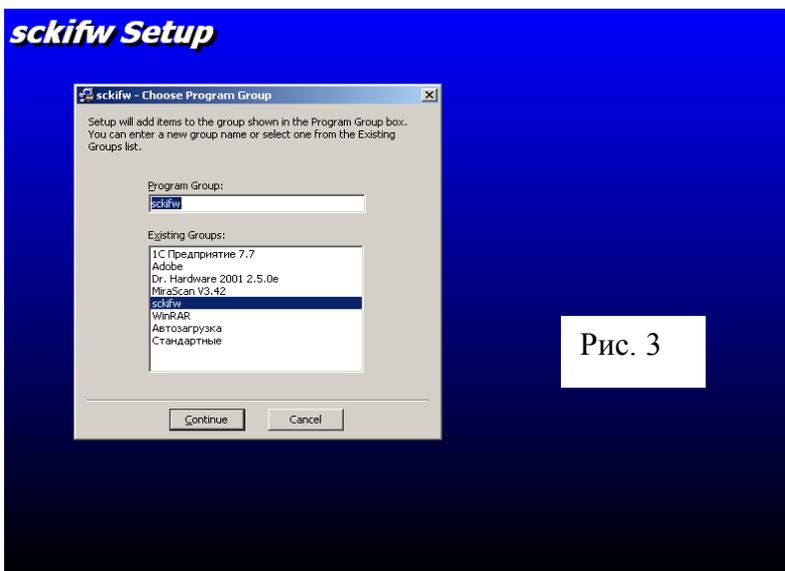

Рис. 3
5. Программа установки предложит вам выбрать имя группы в меню «ПУСК». По умолчанию группа будет называться «sckifw». Выбрав группу, нажмите кнопку «Continue» (рис. 3)